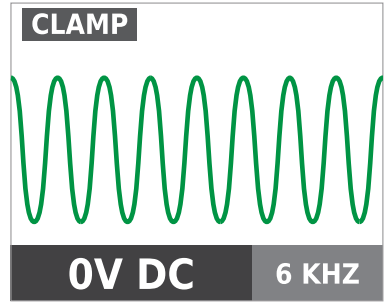

Abbildung 4.10a
2. Halten Sie zur Auswahl des ZANGE-Modus die HIGH-Taste am Sender 2 Sekunden lang gedrückt. Der Zange-Modus erzeugt ein verstärktes 6 kHz-Signal zur Signalverfolgung unter schwierigen Bedingungen. Der in Abbildung 4.10a gezeigte Bildschirm sollte am Sender angezeigt werden.